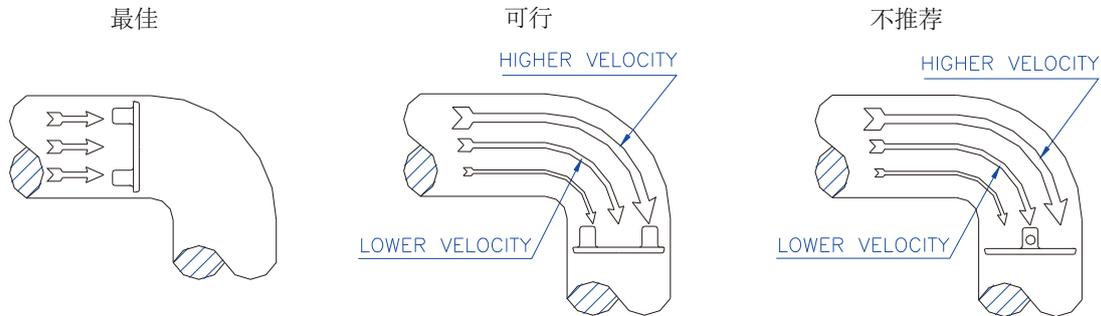

Fig.5
4.7 连接到弯头的蝶阀的典型安装方式是对齐轴的轴线，以允许轴的每一侧均等流动，从而最大程度地降低了图5中对阀的动态扭矩要求。